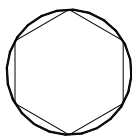
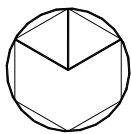

Fig. U3.15
Fig. U3.16
6. Desenul din Fig.U3.15 trebuie completat ca în Fig. U3.16. Care dintre modurile *Osnap* de mai jos trebuie activate (făcute permanente) cu comanda *OSNAP*?